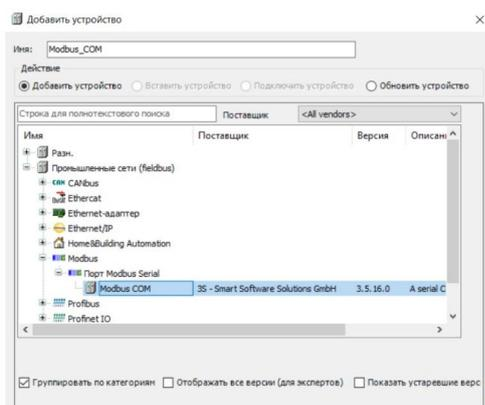

Рис.10 Добавление Modbus COM.
1. Для создания соединения Пользователю необходимо в дереве проекта добавить устройство "Modbus_COM", которое обеспечивает обмен по выбранному порту RS485/RS232. Далее необходимо нажать правой кнопкой мыши на объект "Device (K15.LX1)" в дереве проекта и выбрать "Добавить устройство...". В директории "Промышленные сети (fieldbus) > Modbus > Порт Modbus Serial" Пользователь должен выбрать объект "Modbus COM" и двойным щелчком добавить его в дерево проекта (Рис. 10). Далее Пользователю необходимо закрыть окно добавления устройств.